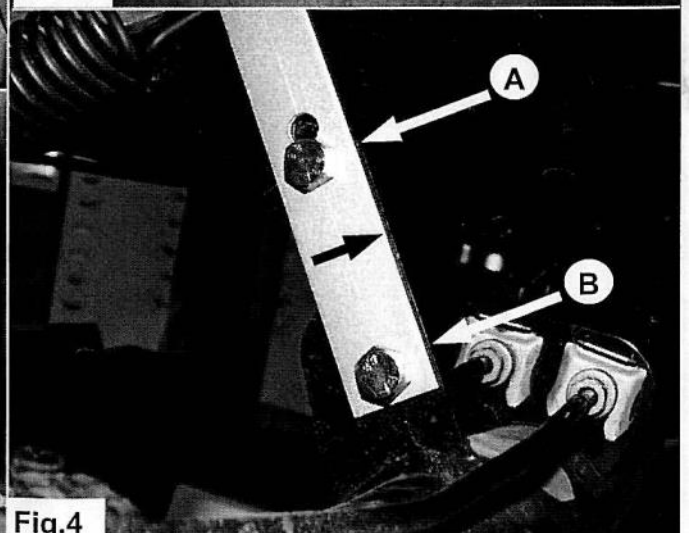

Fig.4
5. Plaats de onderste veerschotel achter de achteras op de bladveer. Let op dat de veerschotel goed achter de veerstroep haakt. Zie Fig. 4.
5. Put the lower spring seat behind the rear axle on the leaf spring. Take care that the spring seat catches right behind the spring clamp. See Fig 4.
5. Stellen Sie den unteren Federteller hinten den Hinterachse auf der Blattfeder. Achten Sie darauf daß der Federteller richtig hinten die Federklamme hakt. Siehe Fig. 4.
5. Placez la coupelle inférieure derrière l'essieu arrière sur le ressort à lames. Veillez à ce que la coupelle accroche correctement derrière l'étrier du ressort. Voir fig. 4.
5. Placera det undre fjäderhuset bakom bakaxeln på bladfjädern. Se till att fjäderhuset hakar fast ordentligt bakom fjäderbulten. Se fig 4.
5. Coloque el disco de muelle inferior detrás del eje trasero sobre la lámina. Procure que el disco de muelle se enganche bien a la abrazadera. Veasa fig. 4.